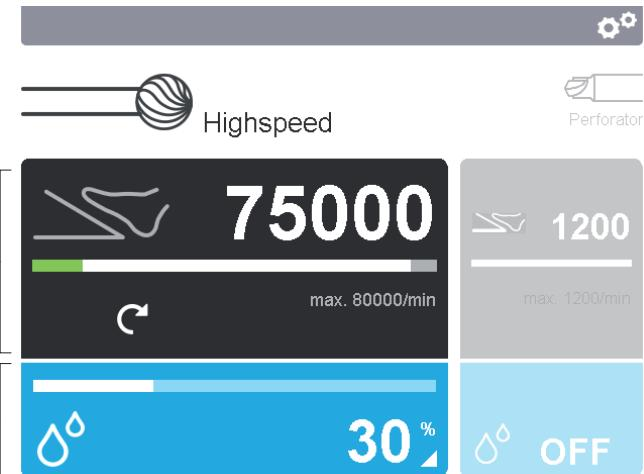

Fig. 5 Aktivering af betjeningsfelter
- Ændring af indstillingsparametre for anvendelsesdelen: Aktivér betjeningsfeltet for anvendelsesdelen b i displayet 2, se Fig. 5.